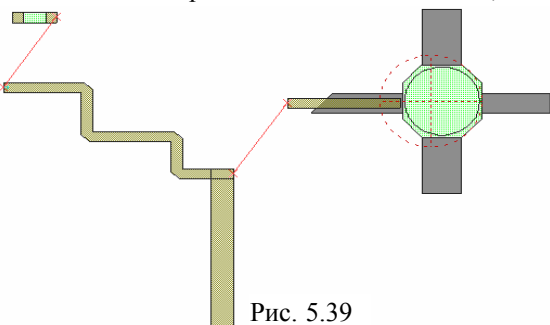

Рис. 5.39
- Щёлкните мышкой по значку **Snap Together** на панели инструментов. Результат показан на рис. 5.39. Заметьте, что не все элементы топологии соединены вместе.